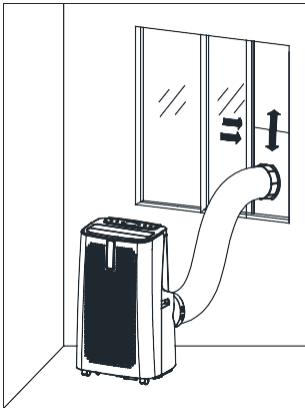
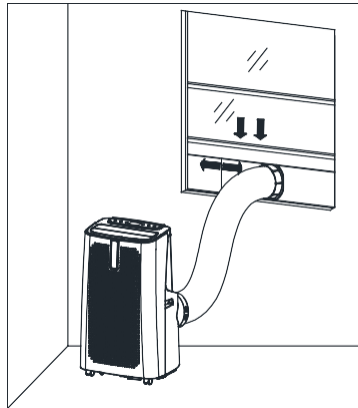

Abbildung 5
Abbildung 6
- Plattenbaugruppe (wie in Abb.5 und Abb.6) dargestellt.